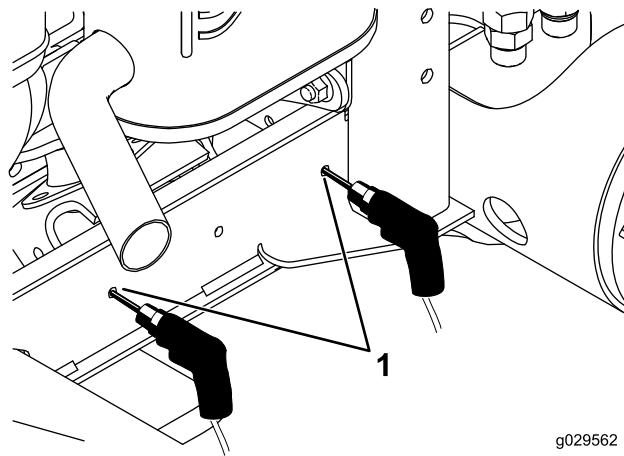

Bild 35
10. [Bohren Sie an den im 2. Schritt markierten Stellen 2 Löcher \(Durchmesser: 7,137 mm\) durch den Rahmenkanal \(\[Bild 35\]\(#\)\).](#)